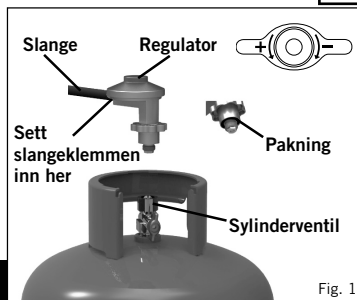

Fig. 1
- Når du skal skifte en gassbeholder, lukker du sylinderventilen og deretter apparatventilen (se fig. 1 og 2). Idet det sikres at flammene er slukkete, skrues regulatoren av. Sett så på en full gassbeholder igjen og følg de samme forsiktighetsreglene som er oppgitt ovenfor.